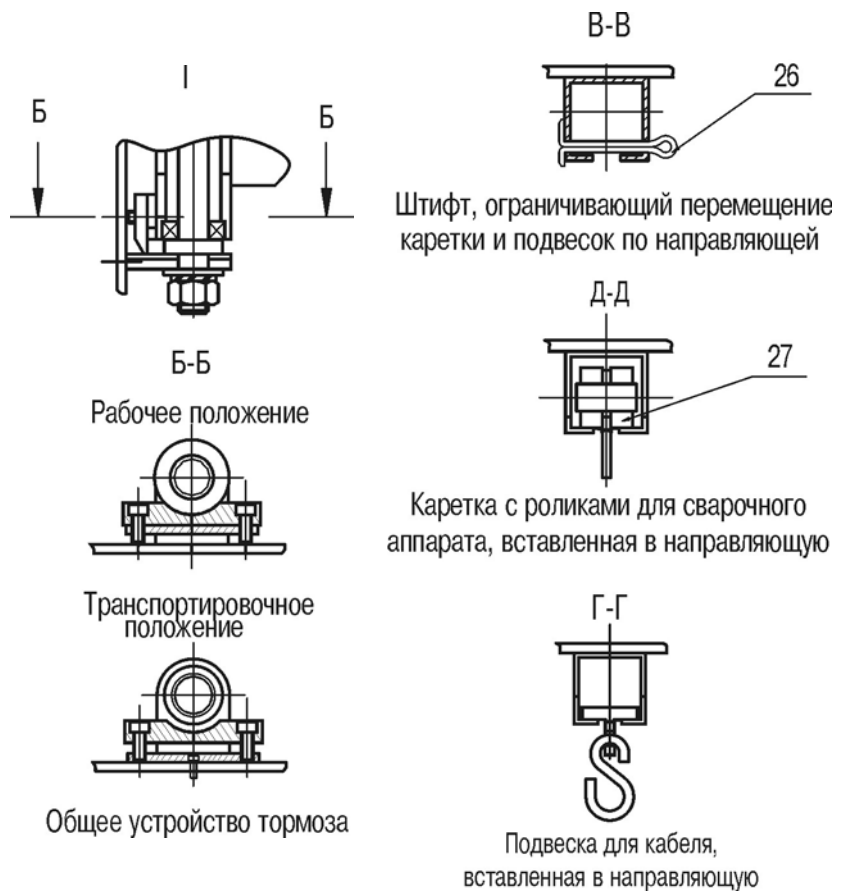

Рис. 4. Общее устройство и размеры
Общее устройство и размеры Flex-Max представлены на рис. 4 и в таблице.
*** Типоразмер монтажной площадки зависит от длины балки (см. рис. 4).
6. Надеть на воздуховод шланг длиной 1350 мм. Установить воздуховод со шлангом на опорные крючья балки, совместив наружный конец воздуховода с отводом, и закрепить воздуховод хомутами, как показано на рис. 4.
В случае неудовлетворительной фиксации балки затянуть винты тормоза 23 (рис. 4).